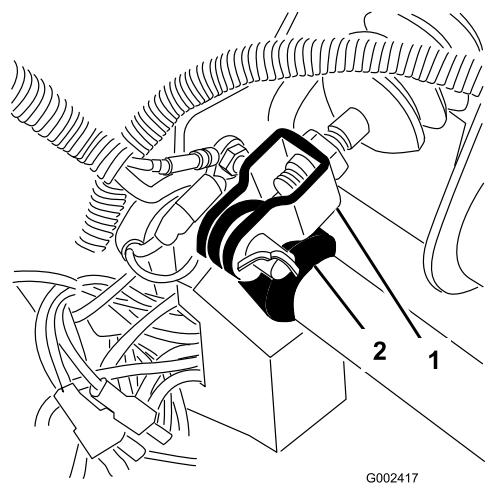

Рисунок 68
- Снимите шплинт и штифт с головкой и отверстием под шплинт, которые крепят вилку главного тормозного цилиндра к оси педали тормоза (Рисунок 68).
3. Ослабьте контргайку крепления вилки к валу главного тормозного гидроцилиндра (Рисунок 68).